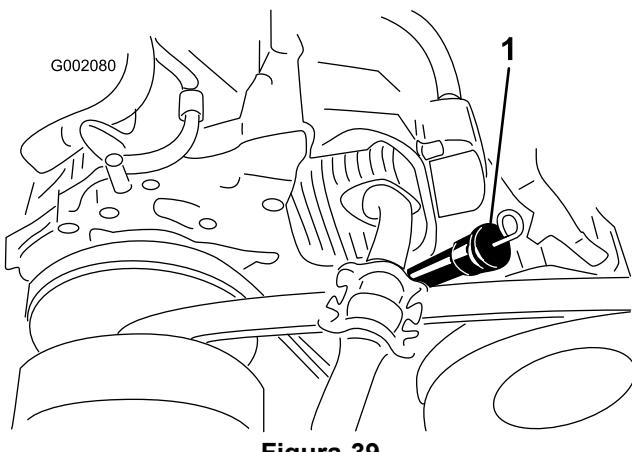

Figura 39
- Pulite la zona circostante l'asta di livello dell'olio e il becco erogatore e rimuovete l'asta (Figura 39).
| 1. Asta di livello dell'olio e becco erogatore | 9. Versate l'olio specificato nel becco erogatore finché non raggiunge il segno Full sull'asta di livello (Figura 39). |
- Inserite l'asta di livello a fondo nel becco erogatore, rimuovete l'asta e controllate il livello dell'olio (Figura 39).
- Inserite l'asta di livello nel becco erogatore, fino a quando l'asta non è saldamente in posizione (Figura 39).